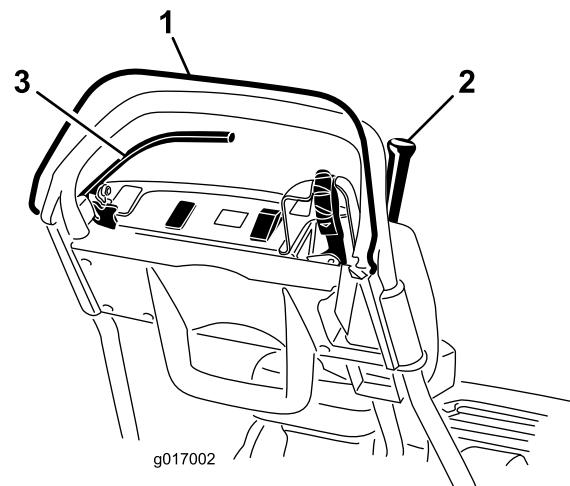

図 27
3. OPCを解除した状態で、走行レバーを入れる図 27。レバーが入らなければ正常。
4. OPCを押し、走行レバーを入れた状態から OPCを解除する図 27。
- OPCを押し、シフトレバーを左に入れて走行とリール回転を開始し、OPCを解除する図27。
- OPCを押し、シフトレバーを左に入れて走行とリール回転を開始し、その状態からシフトレバーを右に操作してリール回転を解除する図27。
- OPCを押し、走行レバーを入れた状態とし、エンジンコントロールを始動位置にする図27。
- 走行レバーを解除した状態とし、常用ブレーキを掛けた状態とし、エンジンコントロールを始動位置にする図27。
- エンジンを始動させ、常用ブレーキ駐車ブレーキではなくを掛け、OPCを押した状態から走行レバーを入れる図27。
- エンジンを始動させ、駐車ブレーキラッチを掛け、OPCを押した状態から走行レバーを入れる図27。